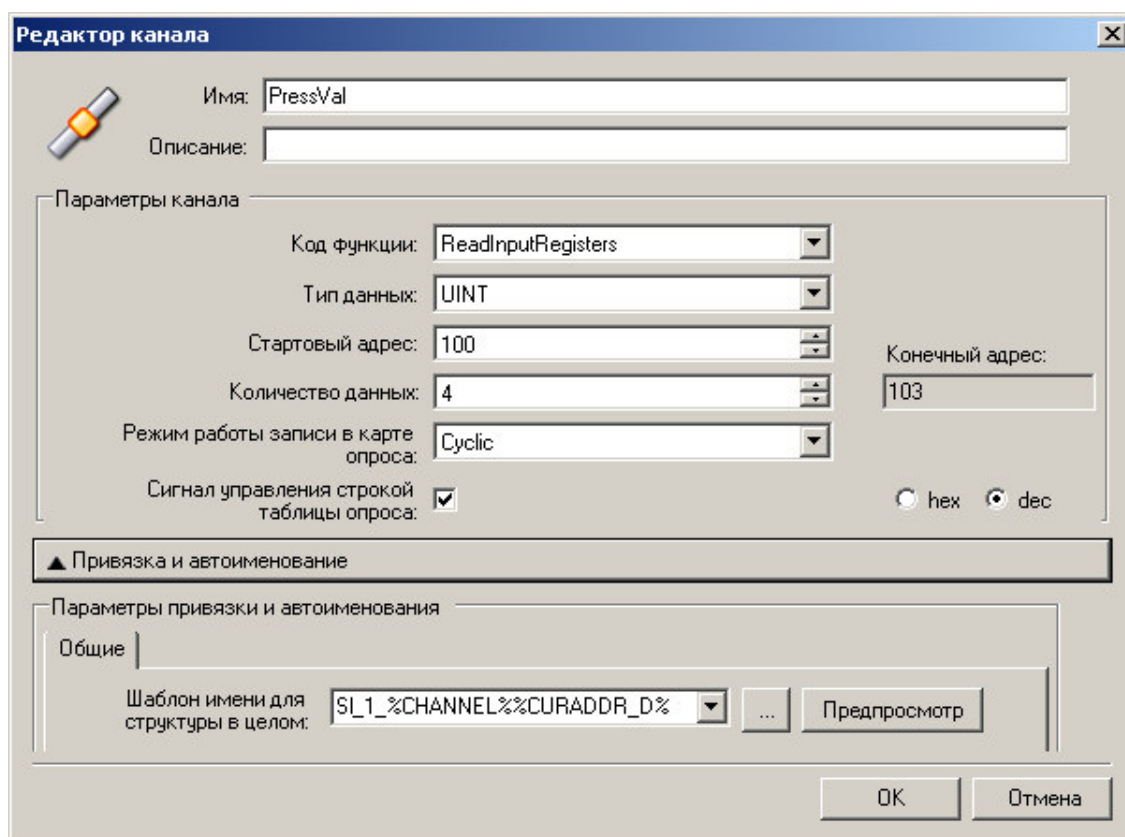

Рисунок 3.33 – Модуль MBMRTU Server (Slave). Создание канала
- 4 В окне "Редактор канала" (рисунок 3.33) в поле **Имя:** задать имя канала, в поле **Описание:** текстовое описание канала.